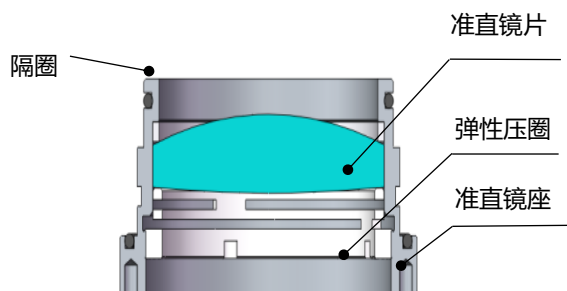

图 4.4 — 准直镜片安装示意图
- 如图 4.4 按顺序重新组装好准直镜组件，注意弹簧压圈适当用力旋紧，并重新旋进准直组件中；